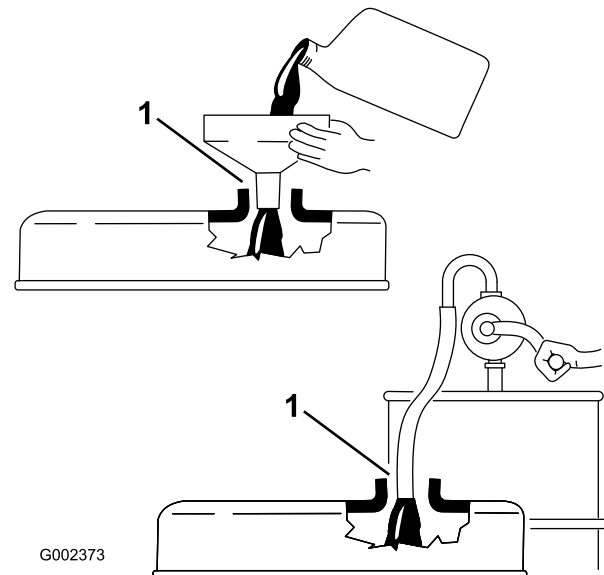

Figura 26
**Importante:** In caso di aggiunta o rifornimento di olio, il gioco tra il dispositivo e il foro di riempimento dell'olio nel coperchio della valvola deve essere come mostrato in Figura 26. Il gioco è necessario per consentire l'aerazione durante il riempimento, prevenendo l'eccesso di olio nello sfiatatoio.